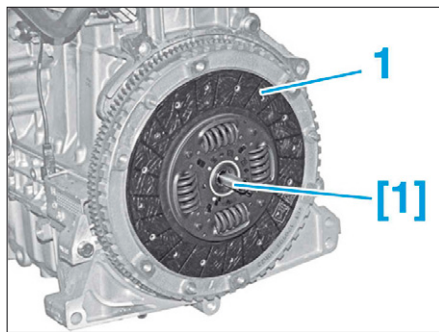

FIG. 2
- Mettre en place le disque (1) en veillant à ce que les inscriptions "N° PSA 96 XXX XXX 80" soient situées côté boîte de vitesses (Fig.2).